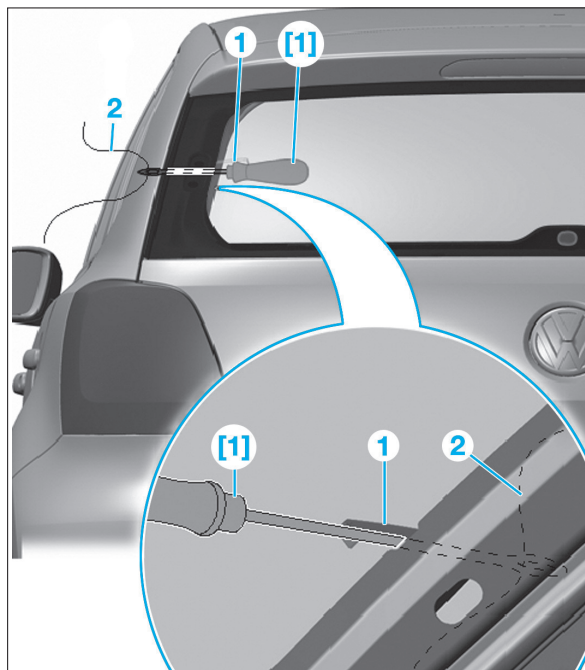

FIG. 16
- [1]. Alène ref. 1474/2 (Fig.16).
- Faire passer l'outil [1] au niveau de la découpe de tôle du raccord de dégivrage de glace arrière à travers le cordon de colle (Fig.16).
- Tirer le fil tranchant (2) vers l'intérieur du véhicule en le faisant passer à travers le mastic-colle à l'aide de l'outil [1].